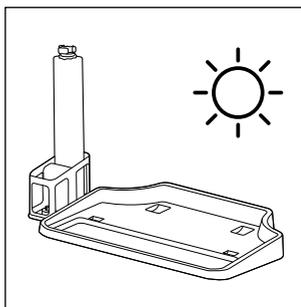

Fig. 38
- ◆ Du kan også stille børsterullen **6** oprejst i børsteholderen **5** på parkerings- og rengøringsstationen for at tørre den (se fig. 38).